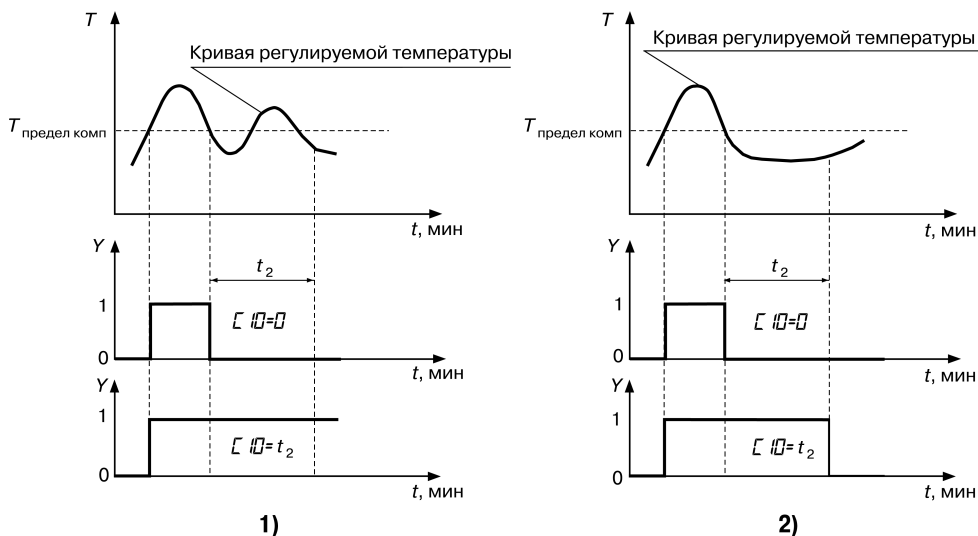

Рисунок 7.22 – Задержка отпущения компаратора: 1) компаратор «не отпустил» 2) компаратор «отпустил»
- если время нахождения управляемой величины ниже установленного предела после срабатывания компаратора меньше t_2 (установленного времени задержки отпускания компаратора), то отпускания не происходит (*рисунок 7.22, 1*);
- если время нахождения управляемой величины ниже установленного предела после срабатывания компаратора больше t_2 (установленного времени задержки отпускания компаратора), то отпускания не происходит (*рисунок 7.22, 2*).